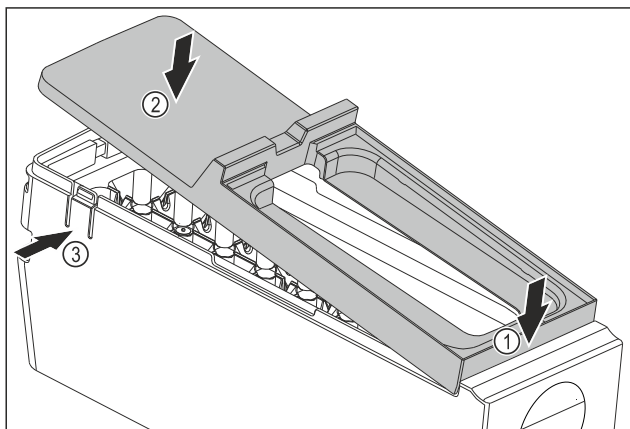

Fig. 144
- Afdekking van de EasyTwist-Ice-corpus monteren: Afdekking voor bevestigen. Fig. 144 (1)
- Afdekking achter neerlaten. Fig. 144 (2)
- Afdekking klikt hoorbaar in beide strips Fig. 144 (3) vast.